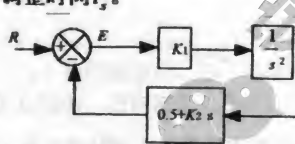
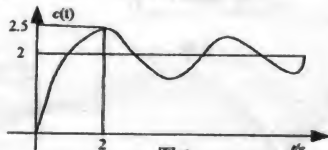

图 2
图 3
2. (18%) 某控制系统结构如图 2 所示。在单位阶跃信号激励下, 其输出如图 3。